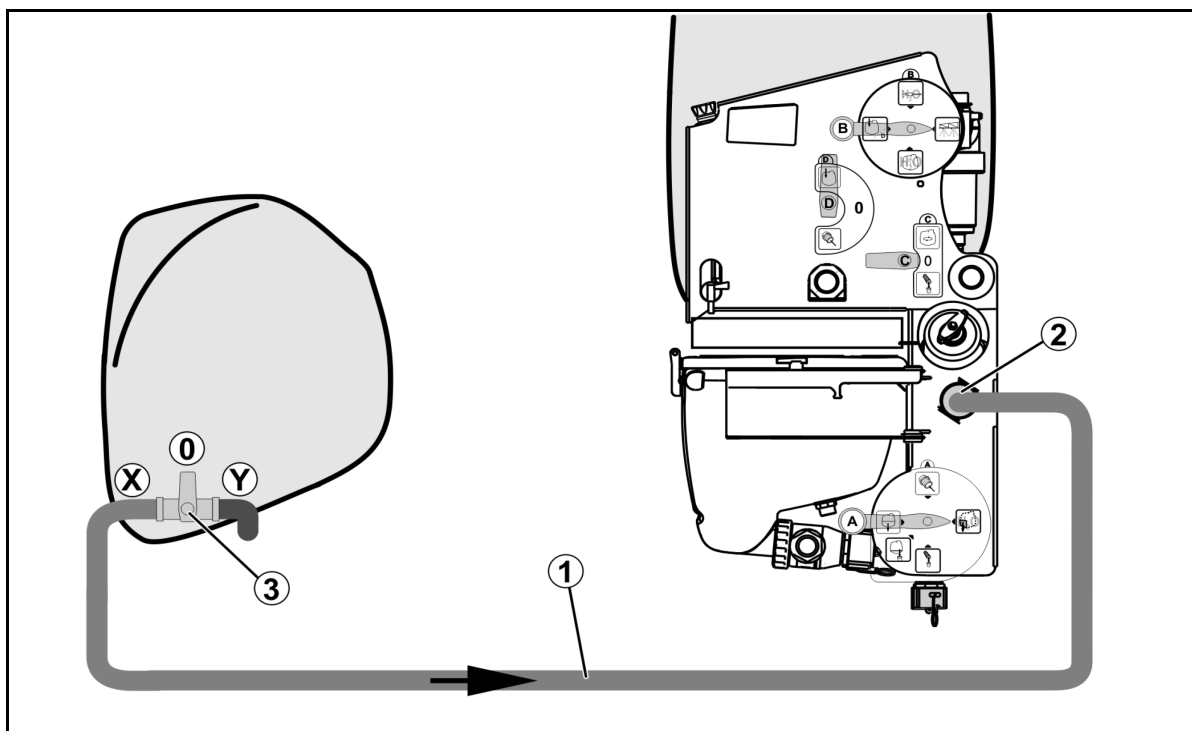

図 14
1. フロントタンクの接続用ホース (図 14/1) を
充填用接続部 (図 14/2) に連結します。
2. フロントタンク (図 14/3) の切り替え栓を **X**